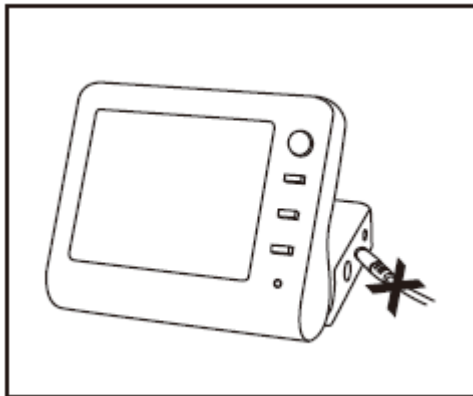

Рис. 26
- 1) Отсоедините адаптер. (Рис. 26)